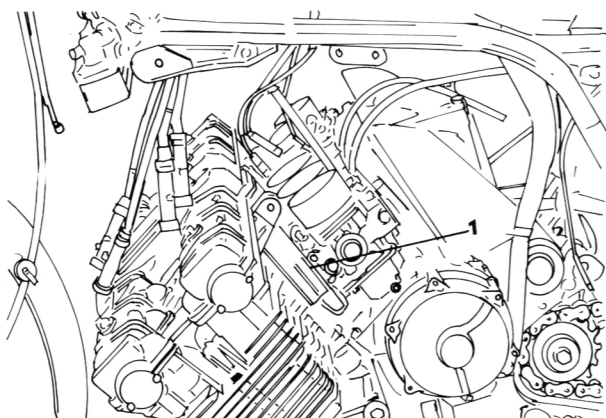

Bild 124
- Die Vergaserverteilerrohrschellen lösen (Bild 124).